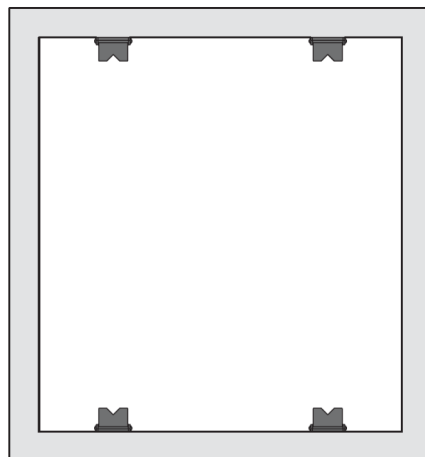

Fig. A1.03
- Uso della mensola ribaltabile 25 solo per vani chiusi. (Fig. A1.03)